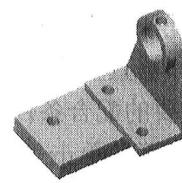

图 1-12 配合后零件移动与转动
(8) 再次利用移动零件按钮 $\text{B}$ 和旋转零件按钮 $\text{C}$ 移动或旋转零件 2，零件 2 只能与零件 1 同轴且有一面重合的条件下发生一个自由度的旋转，调整零件 1 和零件 2 的位置关系到所需，如图 1-12 所示。